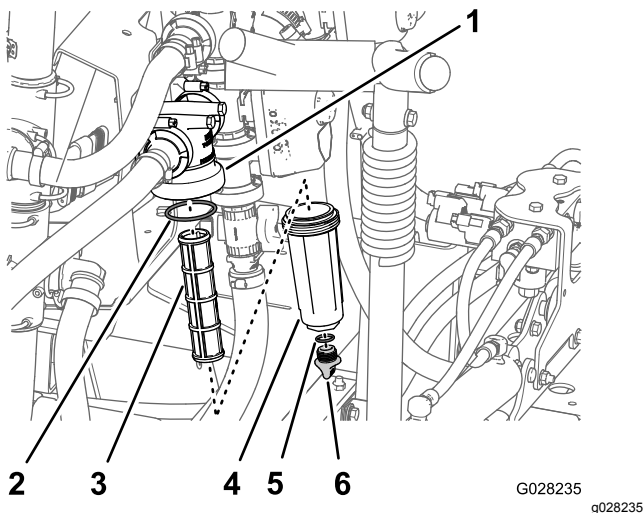

图 101
2. 在压力式滤清器下放置一个排放盘图 101。
3. 逆时针旋转排油塞然后将其从压力式滤清器的油碗中取出图 101。
4. 逆时针旋转油碗然后将其从滤清器头中拿出图 101。
5. 拆下旧压力式滤清器的滤芯图 101。
6. 检查排油塞的 O 形圈在油碗内侧和油碗的 O 形圈在滤清器头内侧是否有磨损和损坏图 101。
7. 将新的压力式滤清器滤芯安装到滤清器头中图 101。
8. 将油碗安装到滤头上并用手紧固图 101。
9. 将排油塞安装到油碗上并用手紧固图 101。